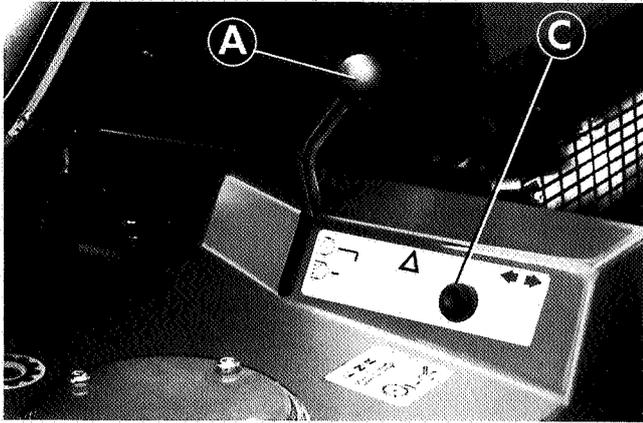

Fig.18
- (b) Disengage the drive to the cutting cylinders by putting the control lever in the neutral position (A Fig.18).
- (b) Antrieb der Schneidzylinder durch Einlegen des Steuerhebels in die Leerlaufstellung unterbrechen (A Abb.18).
- (b) Désengagez la transmission des cylindres de coupe en mettant le levier de commande au point mort (A Fig.18).
- (b) Ontkoppel de aandrijving van de maai-cilinders door de gashendel in neutraal te zetten (A Afb.18).